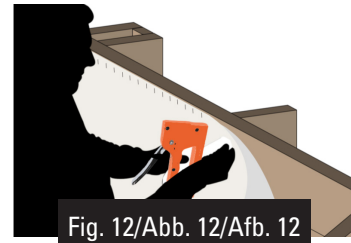

Fig. 12/Abb. 12/Afb. 12
Use one staple every 20 cm. (figure 12)
- Positionner les agrafes tous les 20 cm (figure 12)
- Setzen Sie alle 20 cm eine Heftklammer (Abb. 12).
- Plaats elke 20 cm een nietje (afbeelding 12).